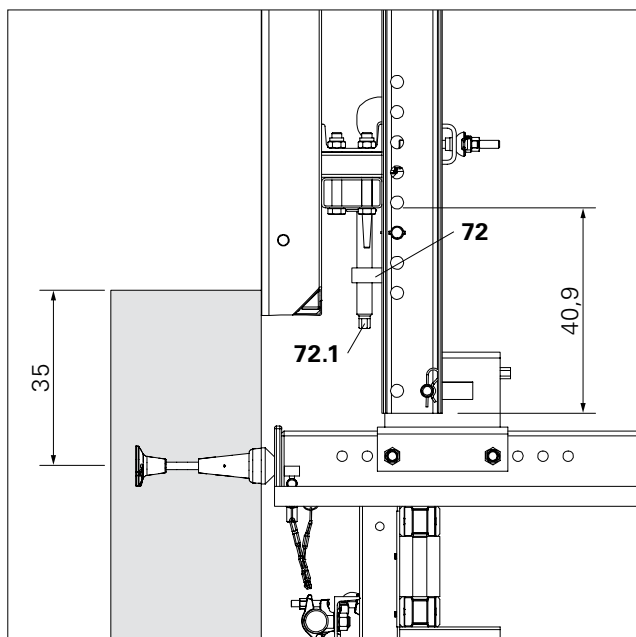

Fig. B2.26
8. Ruotare la vite (72.1) del dispositivo di regolazione contro il corrente. (Fig. B2.26)